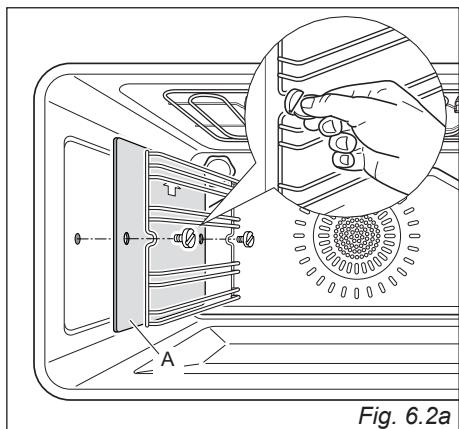

Fig. 6.2a
Dans les modèles avec panneaux autonettoyantes de série, accrocher les chassis latéraux en interposant les panneaux autonettoyants "A" (la flèche tournée vers le haut - (fig. 6.2a).
- Vissez les grilles latérales sur les parois du four (et les panneaux autonettoyants s'ils sont fournis - fig. 6.2a).